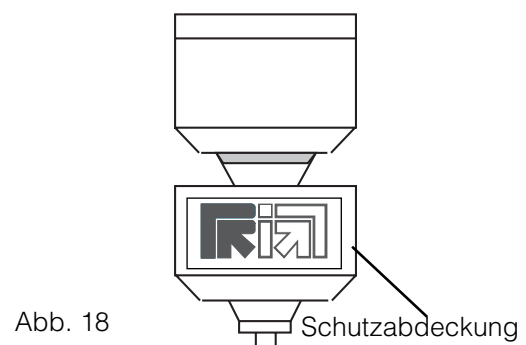

Abb. 18
- 2 - Die Schutzabdeckung abziehen (siehe Abb.18).